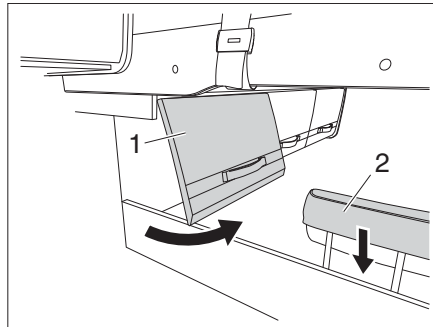

Bild 145 Förvaringslucka och nackstöd
- Öppna förvaringsluckan (Bild 145,1).
- Sänk nackstödet (Bild 145,2).